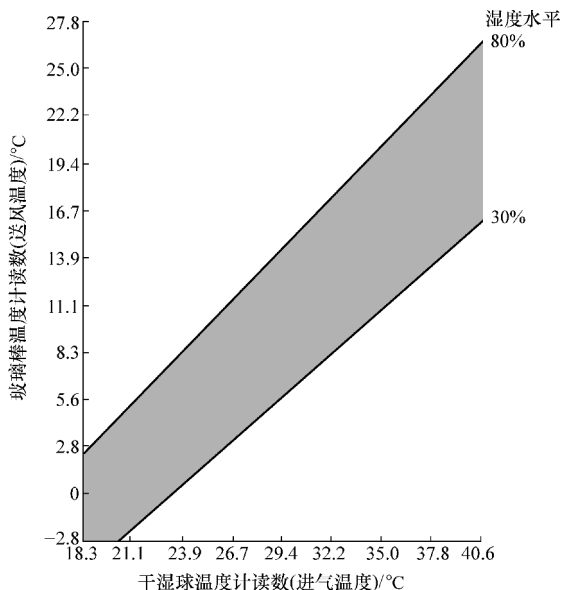

图 7-5 送风/进气温度图
4) 记录送风/进气温度,并对照送风/进气温度图进行评价,如图 7-5 所示。送风温度与进气温度在阴影区域交叉为正常,若超出此区域说明制冷性能不良,应进一步检测。